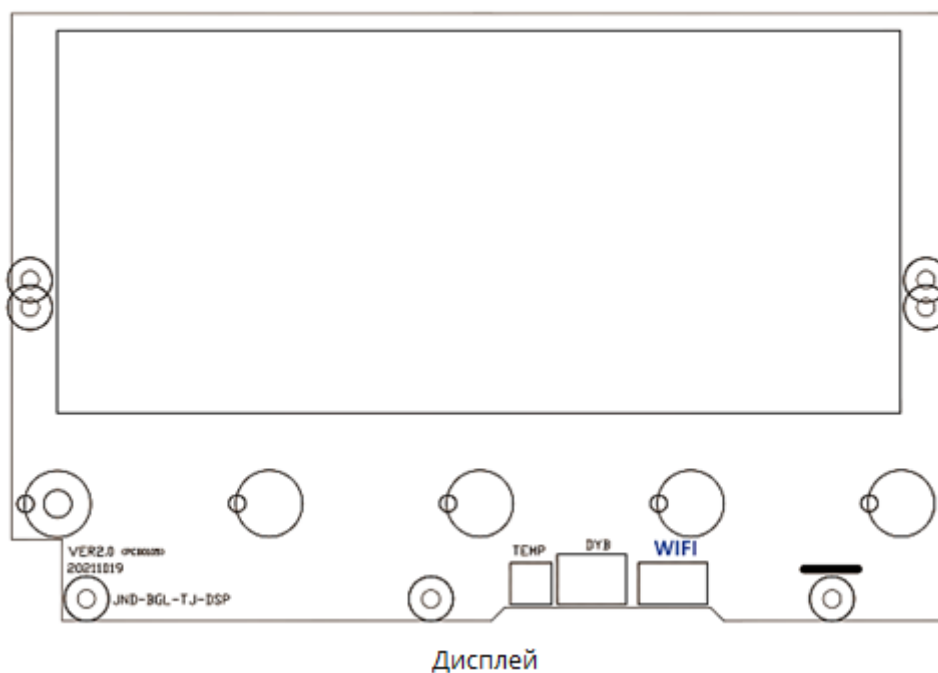

Рисунок 14
6.10 Підключення WIFI (опціонально) (рис.14)